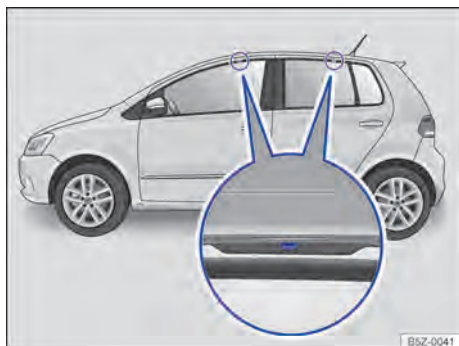

Fig. 126 Pontos de fixação dos suportes de base do bagageiro do teto (ambos os lados).
Os furos ou marcações dos pontos de fixação dos suportes de base ficam visíveis com a abertura das portas (dianteiras e traseiras) do veículo e encontram-se no lado nas vigas do teto → **Fig. 126** (lupa). Os furos ou marcações para fixação atrás encontram-se no lado inferior das vigas do teto → **Fig. 126** (lupa direita).
- Fixar os suportes de base somente nas marcações indicadas na figura → **Fig. 126**.